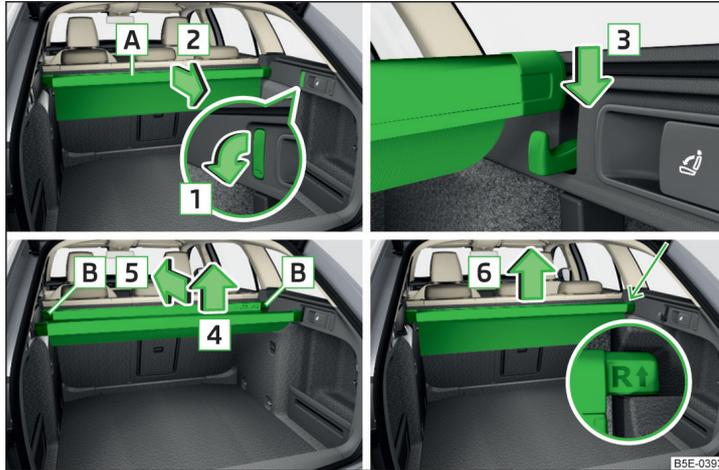

Abb. 118 Multifunktionstasche: herausziehen / einsetzen / einschieben / herausnehmen
- Die vorderen Haken an beiden Gepäckraumseiten in Pfeilrichtung **1** nach unten klappen » Abb. 118.
- Die hintere Leiste von den Haken in Pfeilrichtung **4** abnehmen und die Tasche in Pfeilrichtung **5** einschieben » Abb. 118.
- Die Tasche aus den Aufnahmen in Pfeilrichtung **6** herausnehmen » Abb. 118.